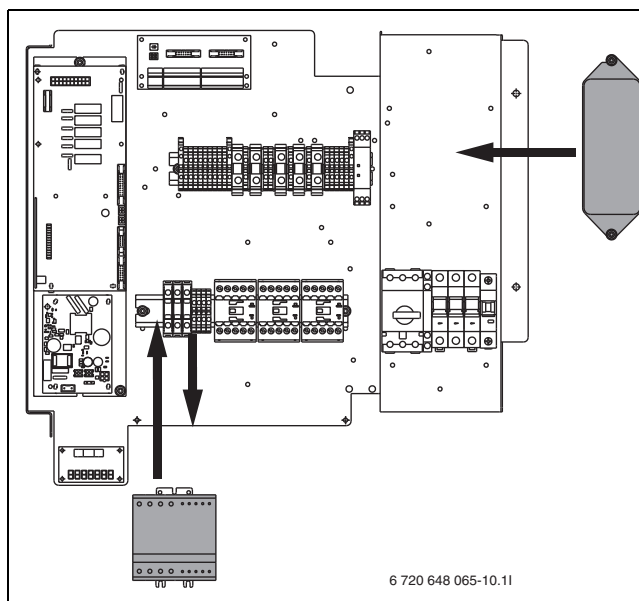

Bild 36 Montering av mjukstart och filter
1. (→ Bild 36) Kontrollera att kraftkablarna ligger i följande ordning på kopplingsplintarna: L1 svart, L2 brun, L3 grå. Avlägsna kablarna och demontera plintarna.
2. (→ Bild 36) Montera EMC-filtret i befintliga hål.